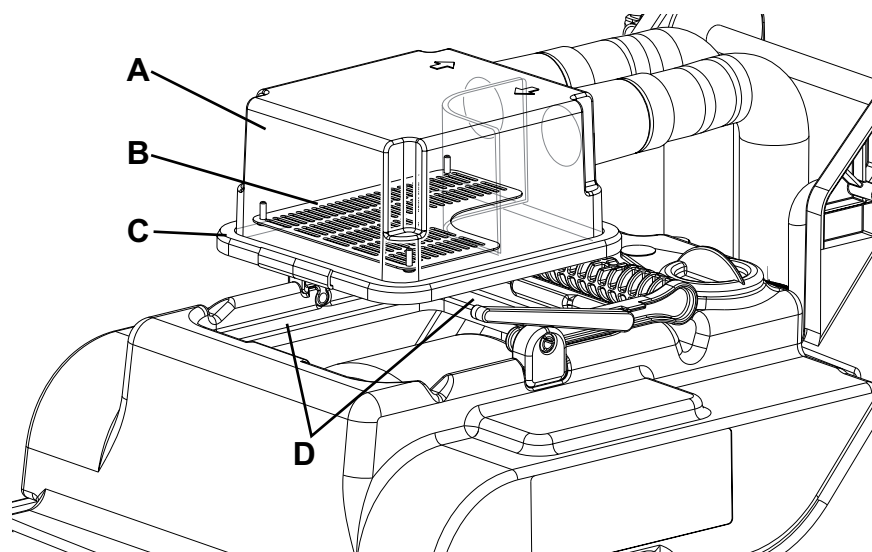

Figure 3
2. Vérifier que le câble d'alimentation (10) est branché au réseau électrique.
4. Soulever le couvercle transparente (A, Fig. 3) et le nettoyer minutieusement.